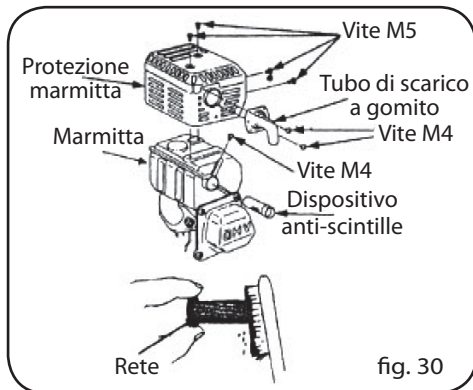

fig. 30
a) Svitare i due dadi M4 e togliere il tubo di scarico a gomito dal corpo del motore (Fig. 30).